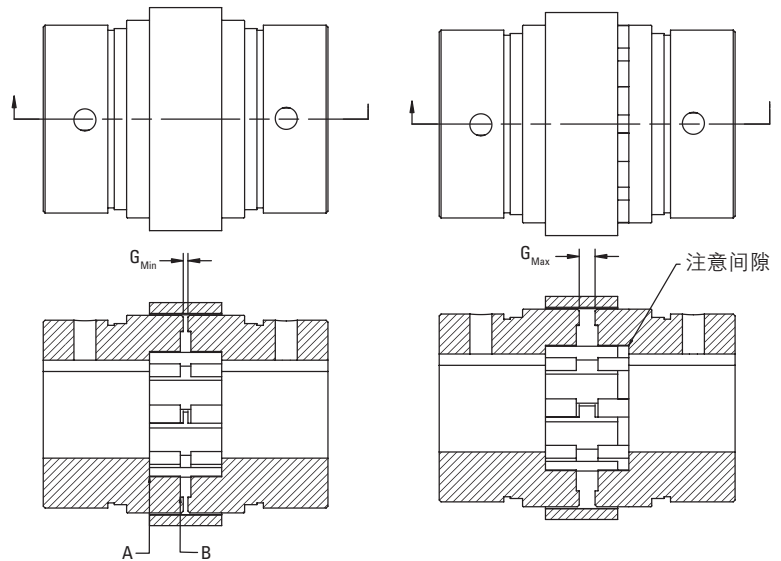

图 2. 正确的轴与轮毂安装
4. 安装第一个轮毂。安装之后，轴端应该与“A”表面平齐，如图 2 所示。轴伸过“A”亦可接受，但不得超过轮毂齿，如图所示“B”。
为了实现最大扭矩，轴必须穿入齿根底面 (即图 2 “A” 面)，轮毂间隙必须设为 G_{min} 。